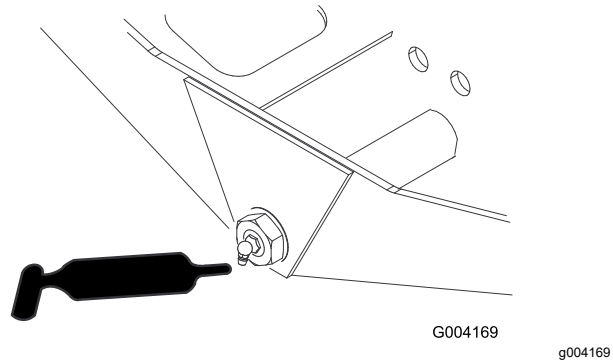

Figure 34
- Pivot de direction d'essieu (1) – Figure 34